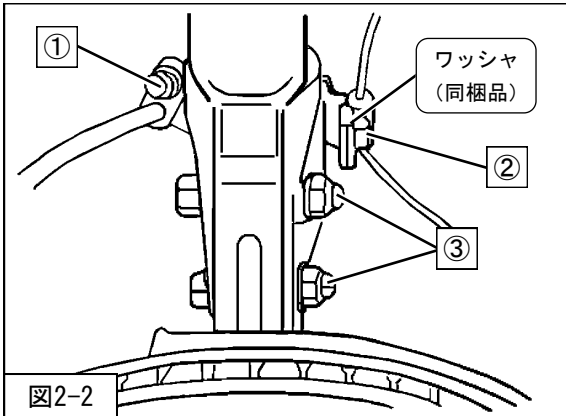
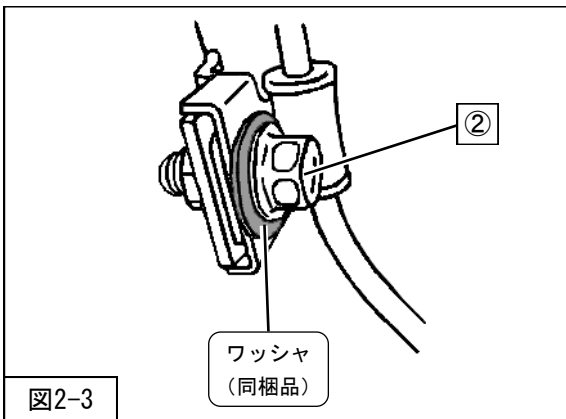

図2-2
図2-3
を取付けてください。(図2-2)
- 3. ②ABSセンサハーネス取付ボルト(締付トルク：23~33N・m)は、ハーネスステーとの間にワッシャ(同梱品)を挿入して取付けてください。(図2-2・図2-3)
- 4. ①ブレーキホース取付ボルト(締付トルク：23~43N・m)を取付けてください。(図2-2)